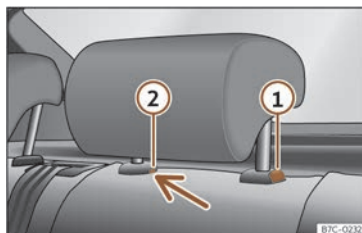

Fig. 94 Appuie-tête arrière : démontage.
- Appuyez sur la touche >>> fig. 94 ①, en appuyant en même temps sur l'orifice de sécurité ② avec un tournevis plat de 5 mm de largeur maximum et retirez l'appuie-tête.